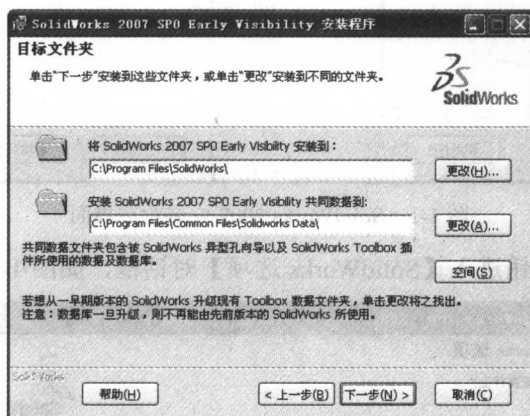

图 1-4 【目标文件夹】对话框
(4) 在 **【自定义安装】** 对话框中选择要安装的插件, 然后单击 **下一步(N) >** 按钮进入 **【目标文件夹】** 对话框, 如图 1-4 所示。